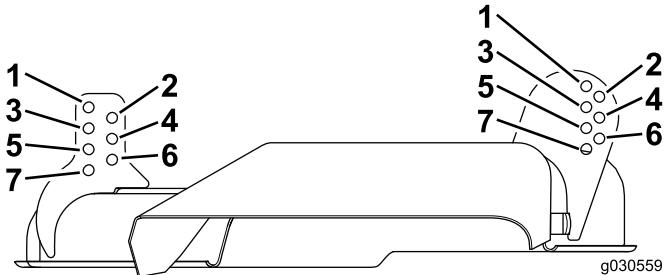

図 23
- 以下の表にしたがって刈り込みデッキの刈り高を設定する穴を調べる図23。